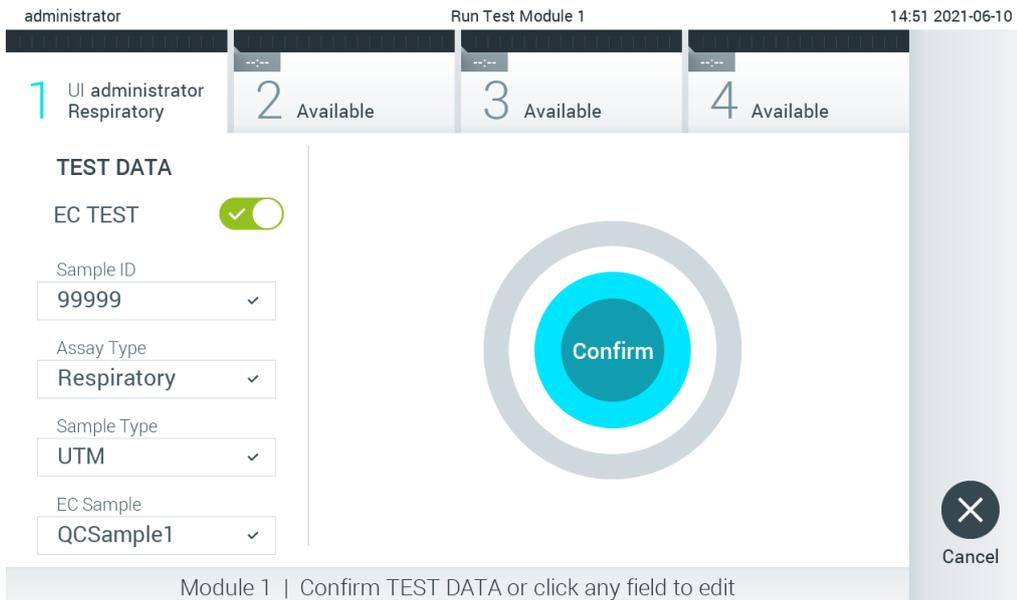

Figure 93. L'écran de confirmation.
7. L'écran Confirm (Confirmation) apparaît. Examinez les données saisies et apportez les modifications nécessaires en appuyant sur les champs correspondants de l'écran tactile et en modifiant les informations (Figure 93).